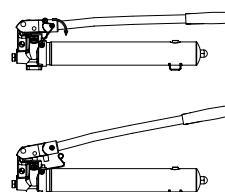

Figura 8: Empuje el pestillo de la traba de la manija para destrabar la manija de la bomba.
- Empuje el pestillo de la traba de la manija para destrabar la manija de la bomba (Figura 8).